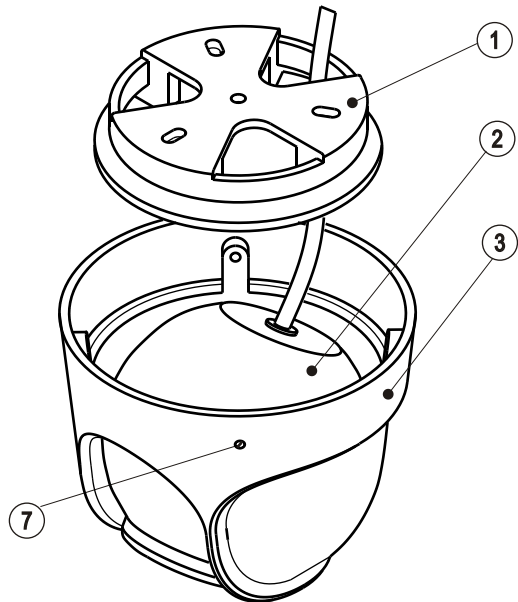

Рис.4 Сборка гермокожуха
1. Подготовка термокожуха к монтажу (рис. 4).
3. Установка термокожуха на объекте (рис.4)